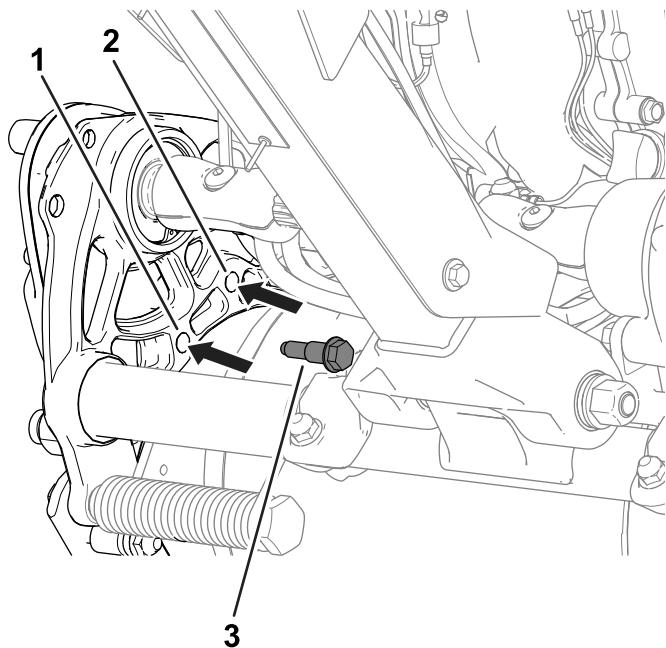

Figura 21
4. Utilice los pernos de cuello largo que se retiraron anteriormente para sujetar el alojamiento de la transmisión al chasis (Figura 21).
2. Retire los pernos de cuello largo (Figura 21) que sujetan el alojamiento de la transmisión del tambor al chasis en cada lado de la máquina.